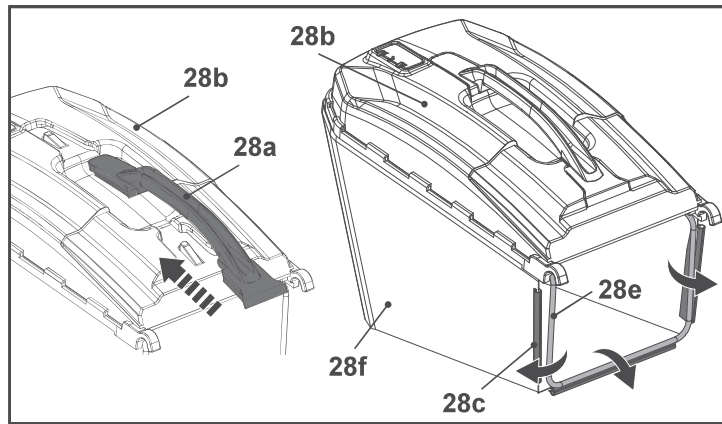

Fig. 4
1. Deslice el asa de transporte (28a) en el carril del bastidor superior (28b) del recogedor de hierba (28) y asegúrese de que se encaja de forma audible (Fig. 4, paso 1).
3. Fije los clips de goma (28c) a la varilla (28e) (Fig. 4, paso 2). El recogedor de césped (28) ya está listo para su uso.